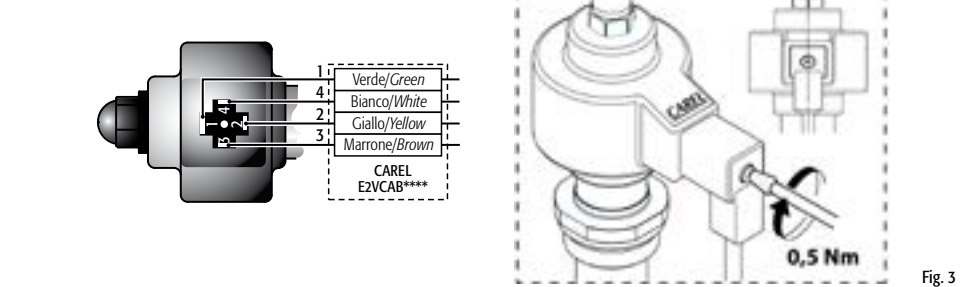

Fig. 3
6. collegare il connettore già cablato al motore passo passo nel relativo alloggiamento e serrare la vite con coppia di serraggio 0,5 Nm seguendo le indicazioni in Fig.3. Collegare a questo punto l'estremità quadripolare del cavo nei relativi morsetti del Driver CAREL EVD*** o relativo controllo omologato CAREL ed impostare i parametri secondo il set riportato nella tabella sottostante.
6. Connect the pre-wired connector to the socket on the stepper motor and tighten the screw, applying a force of around 0.5 Nm, following the instructions shown in Fig. 3. Then connect the four-pin end of the cable to the corresponding terminals on the CAREL EVD*** driver or other approved CAREL controller, and set the parameters according to the values shown in the table below.